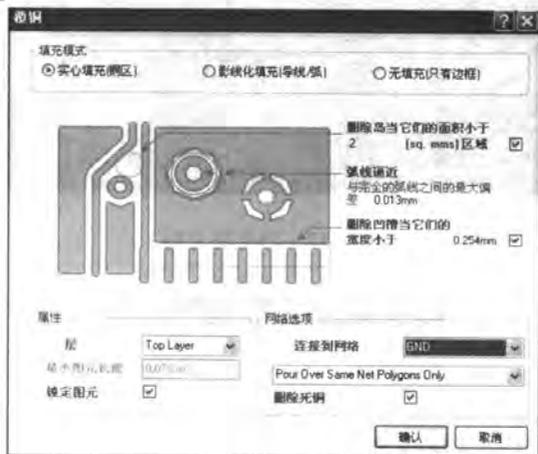

图 9-120 敷铜参数设置
- [6] 执行【放置】/【敷铜】命令，在打开的【敷铜】对话框中进行属性设置，采用实心填充模式，连接到网络“GND”，先对顶层（Top Layer）敷铜，并删除死铜，如图 9-120 所示。